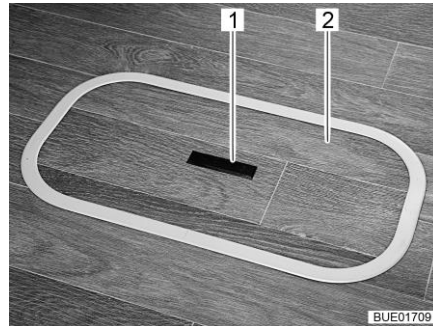
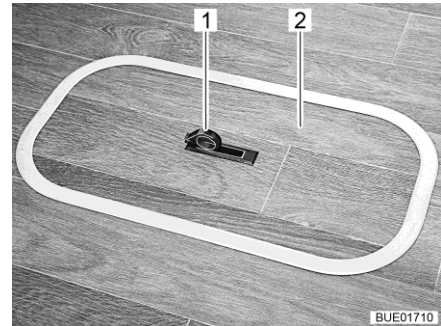

Bild 68 Lock för golvfacket (handtag sänkt)
Bild 69 Lock för golvfacket (handtag utsvängd)
- Tryck nedåt på ena sidan av griplattan (Bild 68,1). Handtaget (Bild 69,1) svängs upp.
- Ta av locket (Bild 68,2 eller Bild 69,2) uppåt.